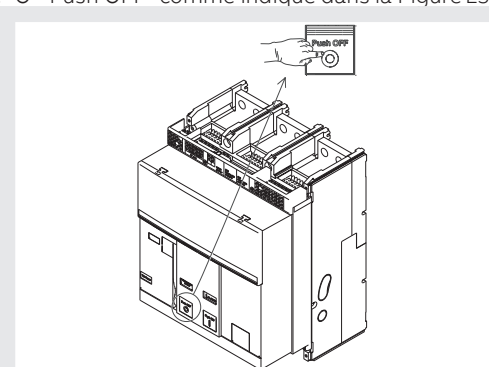

Figure 23
6. Fermeture - Appuyer sur le bouton d'ouverture "O - Push OFF" comme indiqué dans la Figure 23.